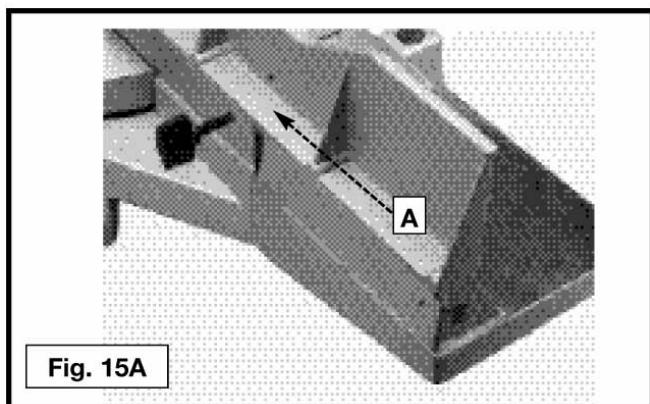
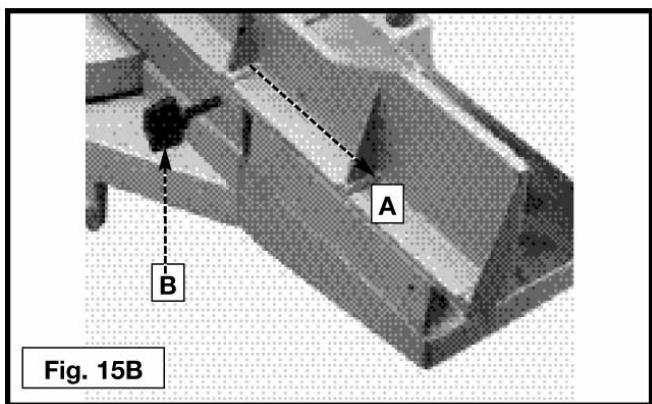

Fig. 15A
Fig. 15B
A guia de corte deslizante (A) Fig. 15A dá apoio para peças de trabalho maiores usadas com sua serra. Fixe-a o mais próximo possível à lâmina da serra. Quando cortar em esquadria (lâmina a 90° da bancada e no ângulo a direita ou esquerda), fixe a guia de corte toda na direção da lâmina (Fig 15B). Ao fazer corte chanfrado, porém (lâmina inclinada em um ângulo na direção da bancada), mova a guia de corte (A) para longe o suficiente da lâmina para permitir uma liberação apropriada. Para reposicionar a guia de corte, afrouxe a alça de trava (B), e deslize a guia de corte (A) até o local desejado. Aperte a alça de trava (B).